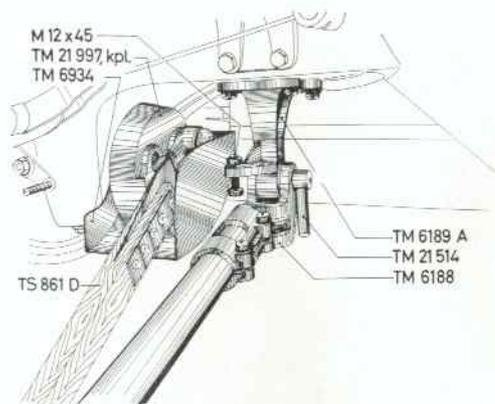

Abb. 3
5. Die **kpl. montierte vordere Abstützung** wird am Lagerkopf TM 6188 mit der vorderen Lagerplatte TM 6189 A durch den Lagerbolzen TM 21 514 verbunden und durch einen Klappsplint gesichert (Abb. 3).
9. Der **Schutzkasten** TM 6934 wird durch 2 Sechskantschrauben M 12×20 unterhalb der Sicherheitskurbelscheibe TM 21 997 am Schleppergehäuse befestigt. (Abb. 3).